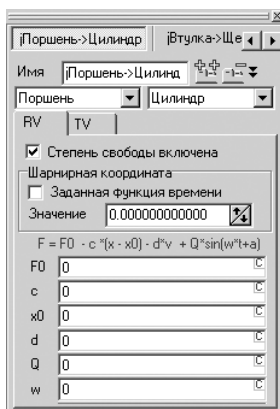

Рис. 2.56. Окно **Инспектор** после выделения в раскрытом списке **Шарниры** пункта **jПоршень->Цилиндр**
- щелкните в Дереве элементов по пункту Шарниры, если он не раскрыт, а затем в раскрытом списке по пункту jПоршень->Цилиндр. Появится соответствующее окно **Инспектор**, как на рис. 2.56;